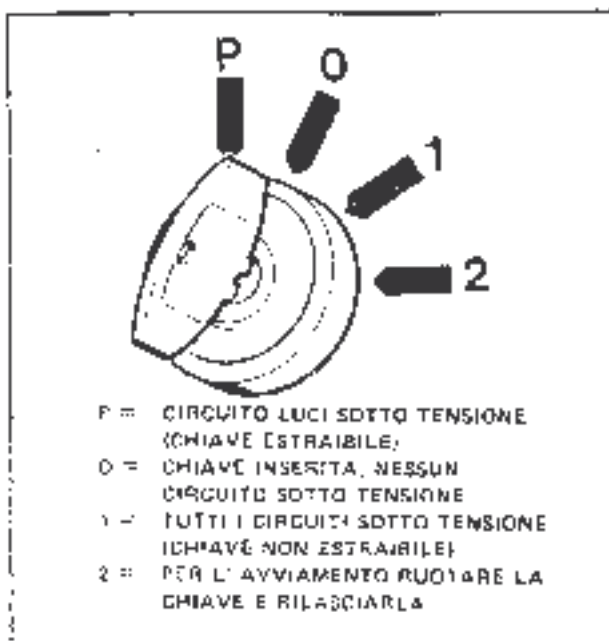

Figura 4. Commutatore a chiave
15. **COMMUTATORE A CHIAVE PER ACCENSIONE, PREDISPOSIZIONE SERVIZI ED AVVIAMENTO MOTORE:** vedere la figura 4.